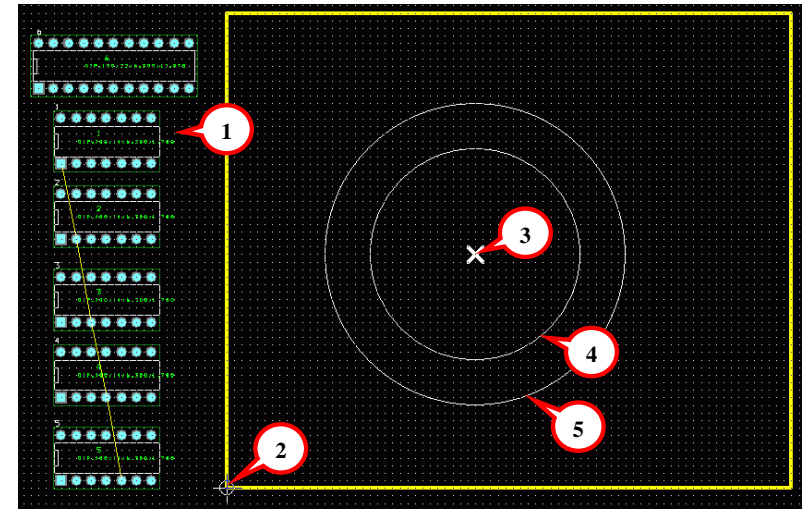

рис. 5-14
Взгляните на рис. 5-14. Требуется расположить пять микросхем ① вокруг центра ③. Цифрами на рисунке обозначены: ② - Datum; ④ – окружность радиусом 700 милей; ⑤ – окружность радиусом 1000 милей.